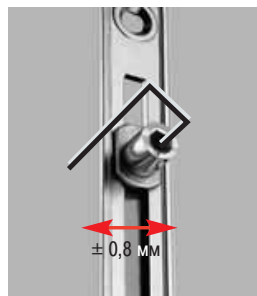

рис. 10
2.6.2. Перевод фурнитуры на зимний/летний режим производится клиентом самостоятельно. Данный вид регулировки осуществляется шестигранным ключом 4 мм. Степень прижима створки к коробке регулируется как по всему периметру, так и локально (рис. 10). Метка в сторону уплотнителя, сильный прижим (зима).